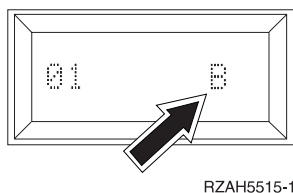

図 26. 通常モード
- c. システムが通常モード (図26) であることを確認します。